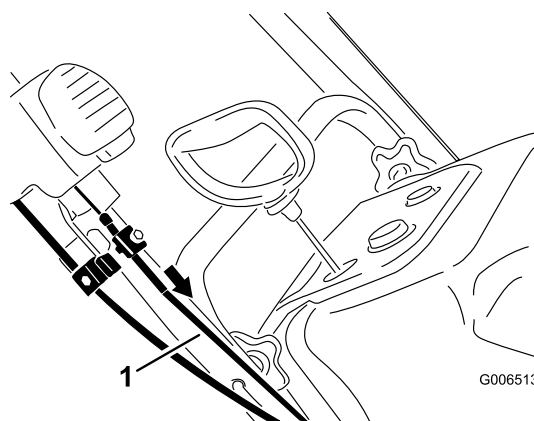

Figura36
5. Trageți cadrul cablului superior în față până când eliminați jocul cablului și strângeți ferm șurubul de pe clemă cablului superior (Figura36).